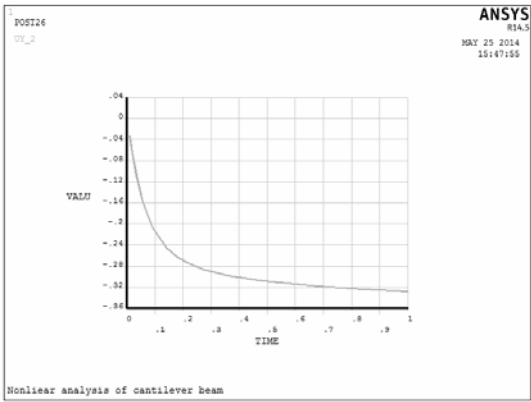

图 9-31 温度随时间变化曲线
- 4) 在 “Variable List” 列表中选择要显示的变量（如 UY_2），单击 按钮，即可在图形区显示变量的变化曲线，X 轴为时间变量 TIME，Y 轴为显示的变量数据，如图 9-31 所示。